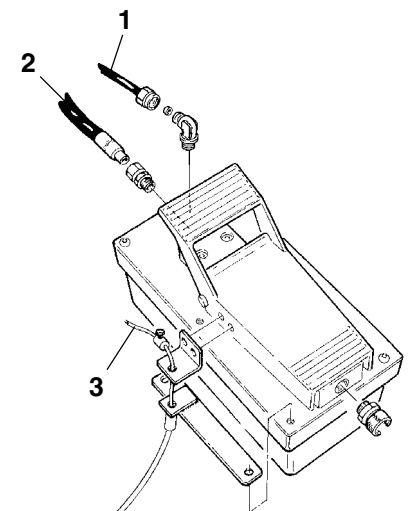

Fig.10
- Collegare i tubi (1 e 2) e il cavetto (3) di sgancio come indicato in fig. 10.
- Controllare il livello dell'olio che dovrà essere allineato al foro del tappo di riempimento (4 - fig. 10).
- Connect pipes (1 and 2) and release cable (3) as shown in fig. 10.
- Check the oil level. It must be aligned with the hole of the filler plug (4 - fig. 10).
- Die Schläuche (1 und 2) und das Aushakkabel (3) wie in Abb. 10 angeben anschließen.
- Den Ölstand kontrollieren; er muss mit der Ölschraubenkante übereinstimmen (4 - Abb. 10).
- Raccorder les tuyaux (1 et 2) et le câble (3) de déclenchement, comme indiqué fig. 10.
- Contrôler le niveau d'huile, qui doit se trouver au niveau de l'orifice du bouchon de remplissage (4 - fig. 10).
- Conectar los tubos (1 y 2) y el cable (3) de desenganche como se ilustra en la fig. 10.
- Controlar el nivel del aceite que deberá estar al ras del agujero del tapón de llenado (4 - fig. 10).